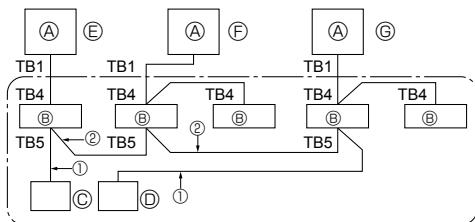

Fig. 9-1
① Fuente de alimentación (disyuntor).
② Despues de cerrar la válvula de gas, sitúe el interruptor SWP del cuadro de control de la unidad exterior en posición ON. El compresor (unidad exterior) y los ventiladores (unidad interior y exterior) se ponen en marcha y empieza el proceso de recuperación del refrigerante. Los indicadores LED1 y LED2 del cuadro de control de la unidad exterior están encendidos.
③ Dado que la unidad se para automáticamente al cabo de dos o tres minutos despues de terminar el proceso de recuperación del refrigerante (LED1 y LED2 están encendidos), asegúrese de cerrar rápidamente la válvula de parada de gas. Cuando los indicadores LED1 y LED2 estén encendidos y la unidad exterior esté parada, abra completamente la válvula de parada de líquido y repita el paso ② al cabo de tres minutos.
④ Corte la corriente (disyuntor).
9. Sistema de control (Fig. 9-1)